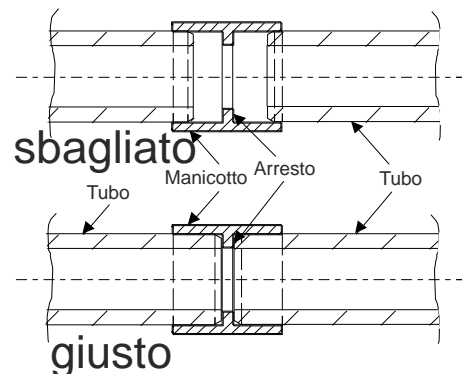

Fig. 37 Assemblaggio dei tubi
- I singoli spezzoni di tubo vengono collegati mediante raccordi. A seconda del materiale dei tubi utilizzati, si usa il procedimento adesivo secondo il cap. 5.3.2 o 5.3.3, oppure la pressatura secondo il cap. 5.3.4. I tubi vanno spinti nei raccordi fino all'arresto, Fig. 37.